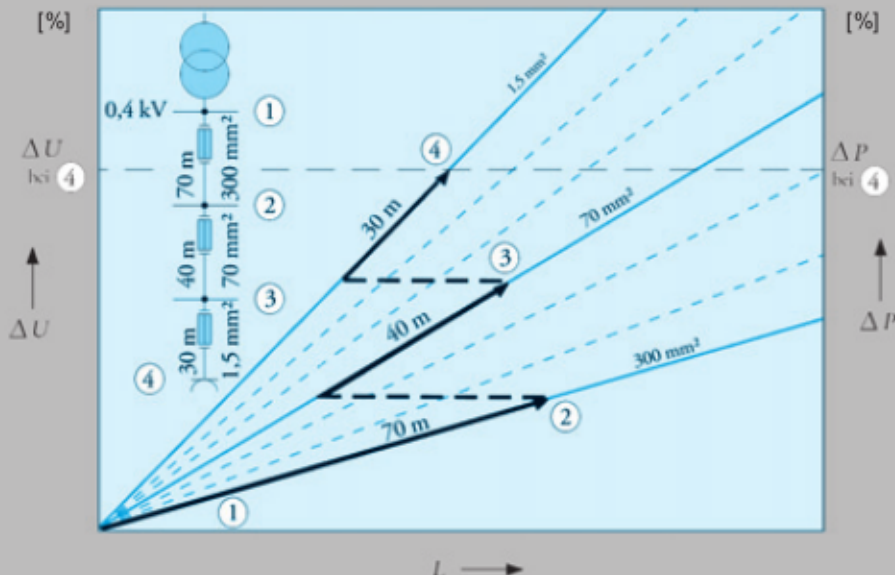

Bild 3. Spannungsfall und Leistungsverlust von erd- und luftverlegten Kabeln bei $\cos \varphi = 0,7$ bis 1; Belastung: $0,5 I_{zA}$ bis I_{zA}
3. Nachweis / Überprüfung des Spannungsfalls und Leistungsverlustes nach Bild 3